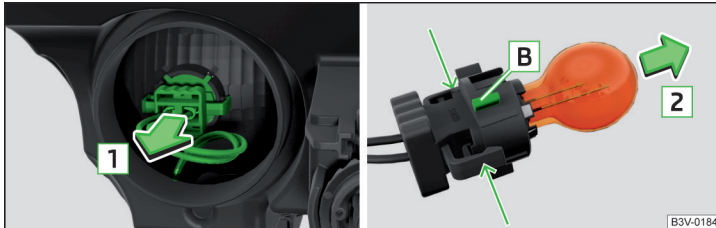

Abb. 254 Glühlampe für Blinklicht wechseln
- › Den Sockel mit der Glühlampe mit Wackelbewegungen in Pfeilrichtung **1** » Abb. 254 herausziehen.